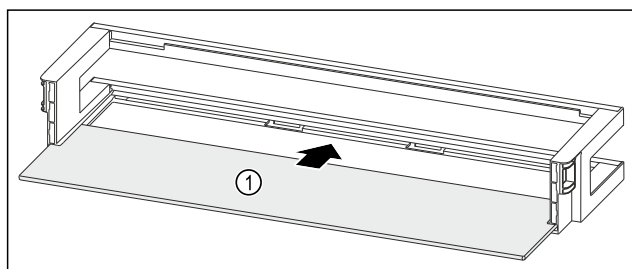

Fig. 87 Balconcino controporta con ripiano
- Inserire il ripiano Fig. 87 (1) negli incavi laterali.